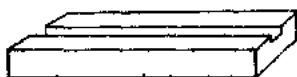

图 4
3. 再把宽 30~40 毫米、长 160~170 毫米长方形木块中间用凿子开一条槽(图 4)。